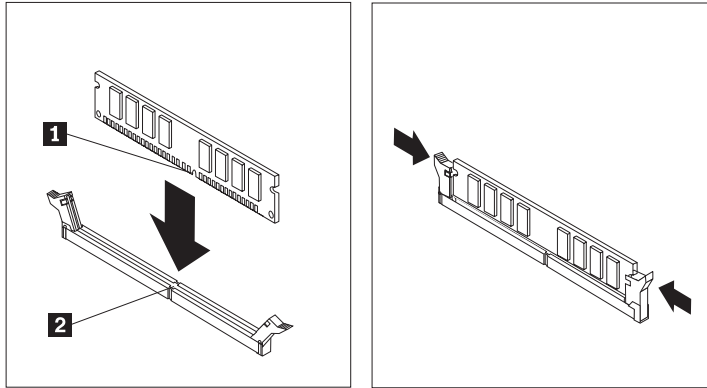

图 26. 安装内存条
4. 将替换内存条放在内存接口上。确保内存条上的凹槽 **1** 与主板上的接口引脚 **2** 正确对齐。将内存条笔直向下推入接口直到固定夹合上。请参阅第 38 页的图 26。